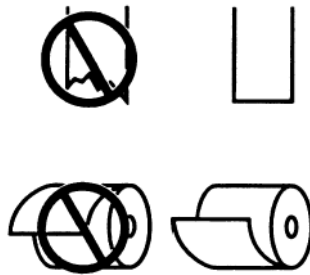

Ilustración 2-4 – Instalando el rollo de papel.
1. Utilizando unas tijeras, corte el extremo del rollo de papel, como se muestra en la ilustración 2-4.
Fíjese en la dirección en que sale el rollo de papel en la ilustración 2-4.